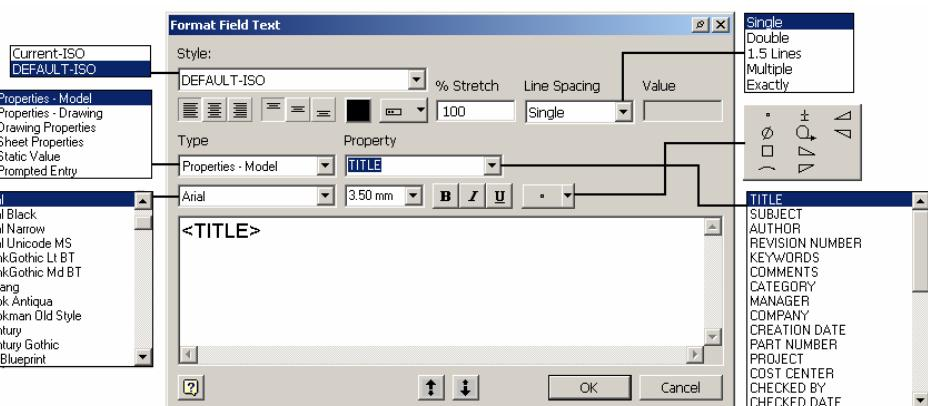

Figura 1.12.8.
Câmpurile de proprietăți (**Property Fields**) pot fi populate cu informații automat sau manual. Proprietățile pot fi selectate din lista **Property** a ferestrei **Format Field Text**, figura 1.12.8, listă populată funcție de tipul de proprietate selectat din lista **Type** a aceleiași ferestre. Sunt disponibile următoarele tipuri de proprietăți:
- va apărea fereastra **Format Field text**, figura 1.12.8;